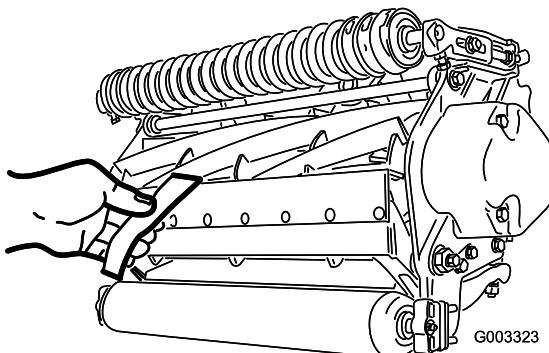

Рисунок 13
- Проверьте характеристики скашивания, вставив длинную контрольную полоску бумаги (№125-5610 по каталогу компании Toro) между барабаном и неподвижным ножом, перпендикулярно неподвижному ножу (Рисунок 13). Медленно проворачивайте барабан вперед. При этом бумага должна разрезаться.